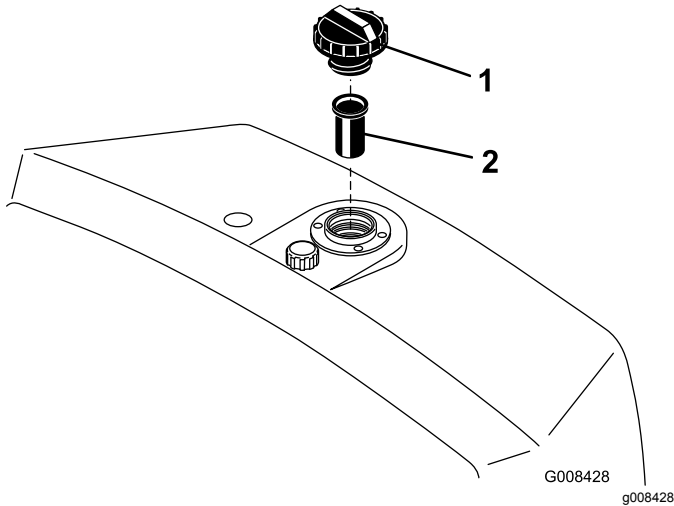

Figure 48
2. Retirez le bouchon du réservoir et vérifiez le niveau d'huile. L'huile doit arriver au bas de la crépine dans le goulot de remplissage (Figure 48).